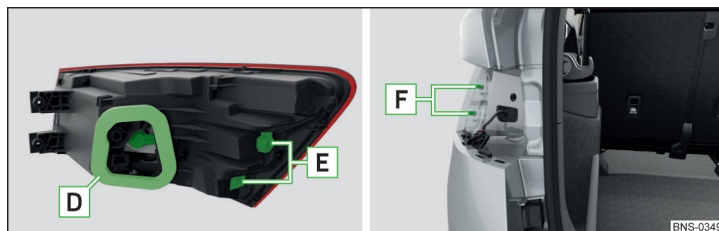

Fig. 378 Montați lampa
- › Introduceți lampa cu deschiderile **E** pe bolțurile **F** » fig. 378 din caroserie și presăți-o cu atenție » **!**.
- Aveți grijă ca la remontarea lămpii, cablajul să nu fie strivit între caroserie și lampă, iar garnitura **D** » fig. 378 să fie montată corect - în caz contrar există pericolul de pătrundere a apei și de deteriorare a instalației electrice.